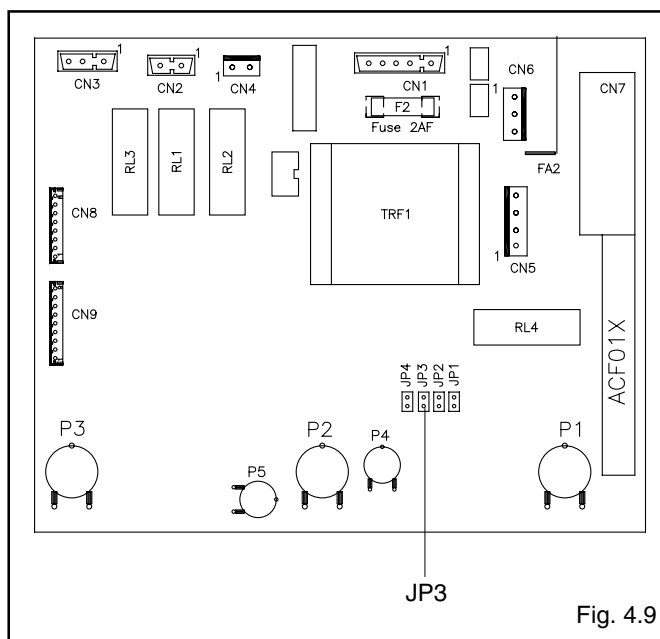

Fig. 4.9
- en la tarjeta de control (fig. 4.9):